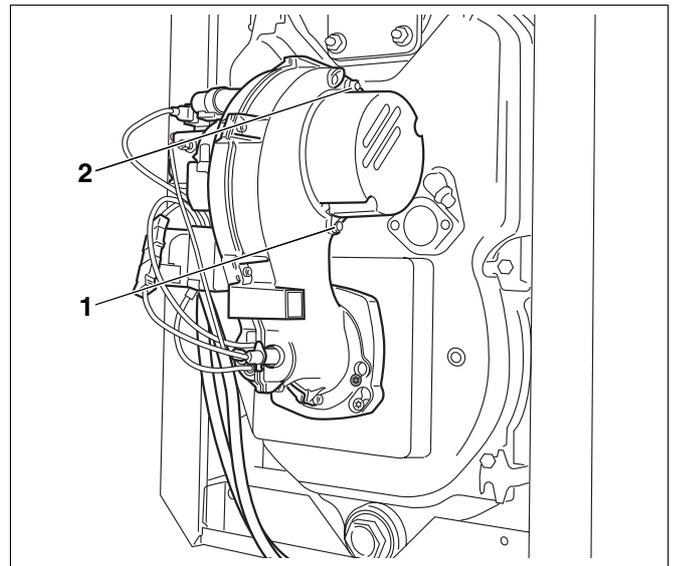

Abb. 22 Gebläserad optisch prüfen
- Die zwei Innensechskantschrauben SW 5 lösen (Abb. 22, **Pos. 1** und **2**).